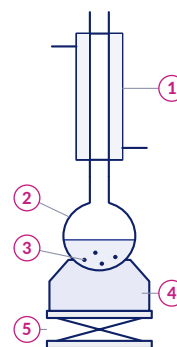

Figure 1 — Montage de la synthèse
(1) Sous la hotte, introduire dans un ballon 10,0 mL d'acide butanoïque, 20,0 mL d'éthanol, quelques gouttes d'acide sulfurique et quelques grains de pierre ponce. Réaliser le montage de la figure 1 et chauffer à reflux pendant 45 min. (2) Laisser refroidir, puis verser le mélange dans une ampoule à décanter contenant 50 mL d'eau salée froide. Agiter, laisser décanter et éliminer la phase aqueuse. (3) Laver la phase organique avec une solution d'hydrogénocarbonate de sodium, puis la recueillir dans un flacon.
- 2.3 Nommer les éléments 1 à 5 de la figure 1. Recopier la figure et indiquer par des flèches le sens de circulation de l'eau.